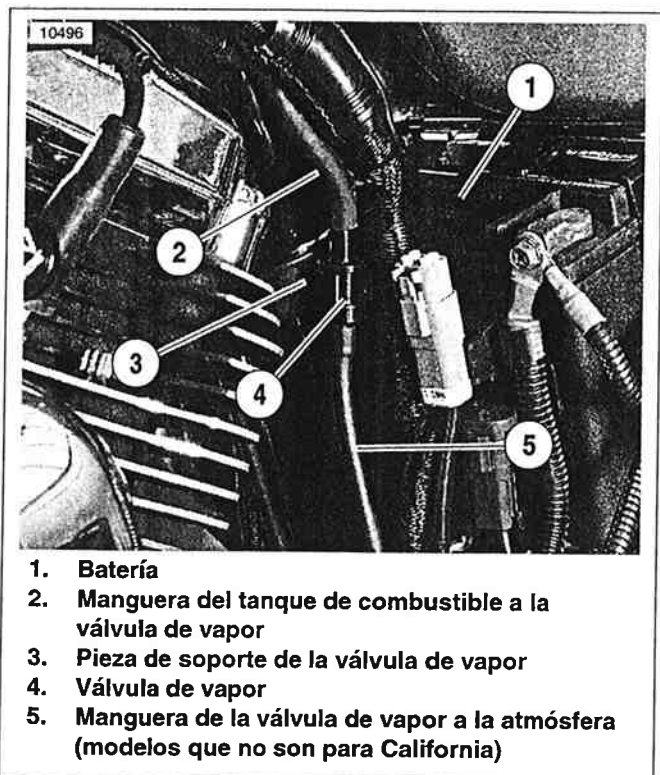

Figura 4-13. Conjunto de la válvula de vapor
Vea la Figura 4-13. La manguera de vapor del tanque de combustible (2) está conectada a una válvula de vapor (4) ubicada debajo del asiento, al frente de la bandeja de la batería. En los modelos que no son para California, otra manguera ventila la válvula de vapor a la atmósfera. En los modelos para California, esa manguera se dirige al recipiente de carbón. Consulte 4.9 CONTROL DE EMISIONES EVAPO-RATIVAS – MODELOS PARA CALIFORNIA.